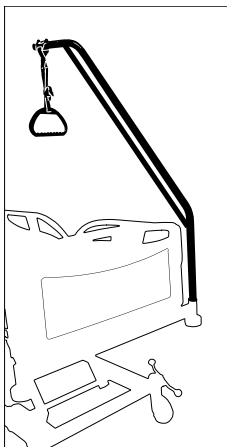

Figure 25 – Installation du lève-patient
1. Insérer le lève-patient dans l'une des deux gaines pour accessoires (Figure 25).